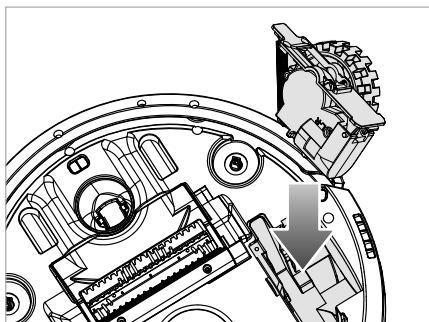

Fig. 23
- 4) Vuelva a introducir la rueda 20/34 en el compartimento de la rueda (consulte la fig. 23).